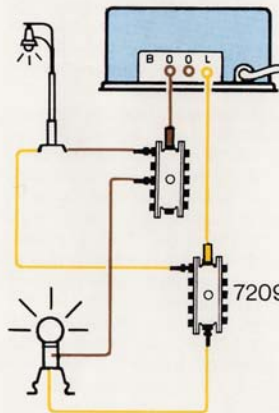

Fig. 4
Wir empfehlen, während des Aufbaus, zur Kontrolle evtl. Störungen, die Kabel des Anschlußgleises zunächst an die Buchsen »0« und »L« anzuschließen. Bei Kurzschluß erlischt dann die im Trafo eingebaute Kontrolllampe. Besitzt der Transformator keine Kontrolllampe, so kann die Prüfung mit einem Beleuchtungssockel (Fig. 4) durchgeführt werden.
5. For transformers equipped with a lamp: Does the lamp light up when the transformer is plugged into the main house current and connected to Transformers without a lamp: Does a bulb connected to sockets marked "0" and "L" light up? (see Fig. 4)	If the lamp does not light up, there can be a short circuit on the layout. Results can be: 1. A car or any other metal item may be on the track touching the rails and center contact. 2. Tracks are not connected properly. 3. Incorrect wiring to the track. If there is a short circuit on your layout, refer to part 6.
présente de nombreuses suggestions. Nous conseillons de commencer par l'élément prise de courant et de brancher les câbles de cet élément aux prises «O» et «L» du transformateur. Lorsque la lampe témoin du transformateur s'éteint, cela indique l'existence d'un court-circuit. Lorsque le transformateur ne comporte pas de lampe-témoin, on peut utiliser un socle d'éclairage branché au transformateur (Fig. 4). Vérifiez le bon assemblage des éléments de voie pour éviter toute chute de tension. Si un réseau d'une certaine importance doit être alimenté à l'aide d'un seul transformateur, il est conseillé d'utiliser plusieurs éléments de voie prise de courant (Fig. 3).